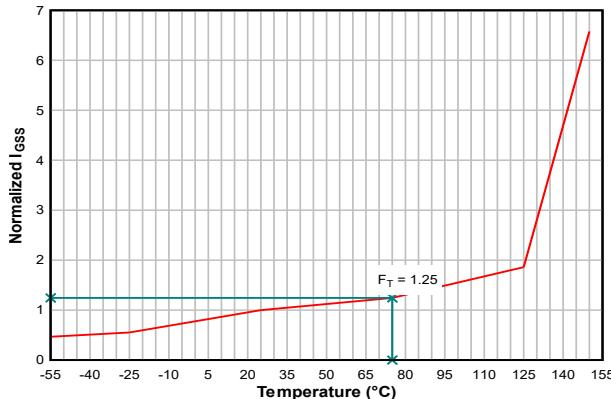
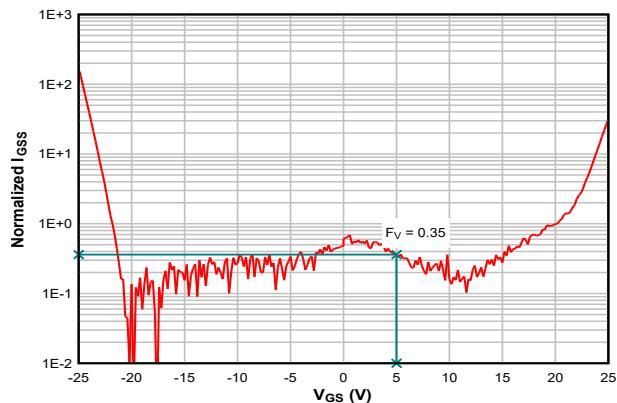

図 5. 正規化された I_{GSS} の温度特性
図 6. 正規化された I_{GSS} の電圧特性
- I_{GSS} と温度の関係を示すプロット(図 5)を使用して、次の手順を行います。
これは、 75°C における I_{GSS} の正規化温度係数 $F_T = 1.25$ です。同じ手法を I_{GSS} と V_{GS} のグラフに適用すると、 $V_{GS} = 5V$ における I_{GSS} の正規化係数は $F_V = 0.35$ となります。これを 図 5 と 図 6 に示します。